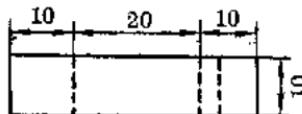

图3
4. 电池夹 把铜片剪成两块，照图3弯折成电池夹，装在底板的中间，两夹之间的距离，刚好能把电池夹紧。每只夹子的下面焊接一根导线，再分别连接到电动机的两极上面。